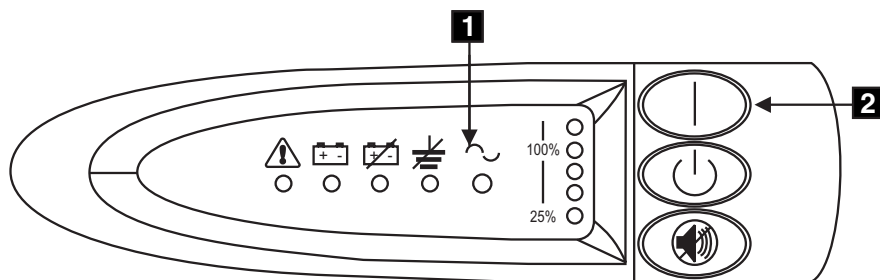

図 26. 無停電電源装置の電源スイッチとインディケータ
10. 無停電電源装置が自己診断テストを行っている間、すべてのフロント・パネル・インディケータが、短時間明滅する。テストが完了すると、モード・インディケータ **1** が明滅して、無停電電源装置が待機モードになったことを示します (図 26 を参照)。
無停電電源装置からピープ音が聞こえるまで (約 1 秒)、無停電電源装置のオン・スイッチ (図 26 の **2**) を押したままにします。モード・インディケータが明滅を停止し、負荷レベル・インディケータが、無停電電源装置によって提供される負荷の % を表示します。これで、無停電電源装置は通常モードになり、バッテリーの充電を行います。